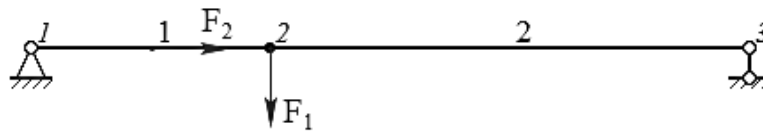

Рис. 6.10 – Схема балки (стержня) к заданию 3
3. Дана конструкция с шарнирно-неподвижной и шарнирно-подвижной опорами (см. рис. 6.10). К ней приложены две сосредоточенные силы:  $F_1 = 7$ , кН, направленная перпендикулярно к продольной оси конструкции, а также  $F_2 = 5$ , кН, направленная вдоль ее оси и приложена в середине участка 1-2. Длины участков балки:  $l_{12} = 1$  м,  $l_{23} = 3$  м. Определить числовые значения реакций, возникающих в шарнирных опорах. Построить эпюры внутренних силовых факторов – поперечной силы и изгибающего момента, а также продольной (осевой) силы.
6. Какой вид будут иметь эпюры поперечных сил и изгибающих моментов, а также продольных (осевых) сил при решении задачи по рис. 6.10?